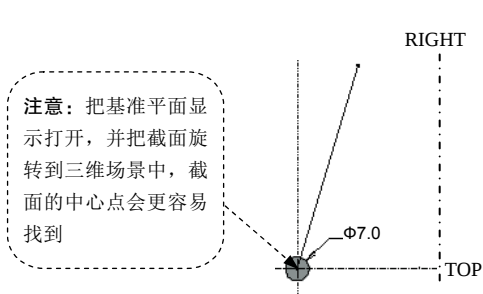

图 3.25.3 截面图形
Step5. 创建螺旋扫描特征的截面。在操控板中单击按钮 ，系统进入草绘环境，绘制和标注图 3.25.3 所示的截面——圆，然后单击草绘工具栏中的 按钮。